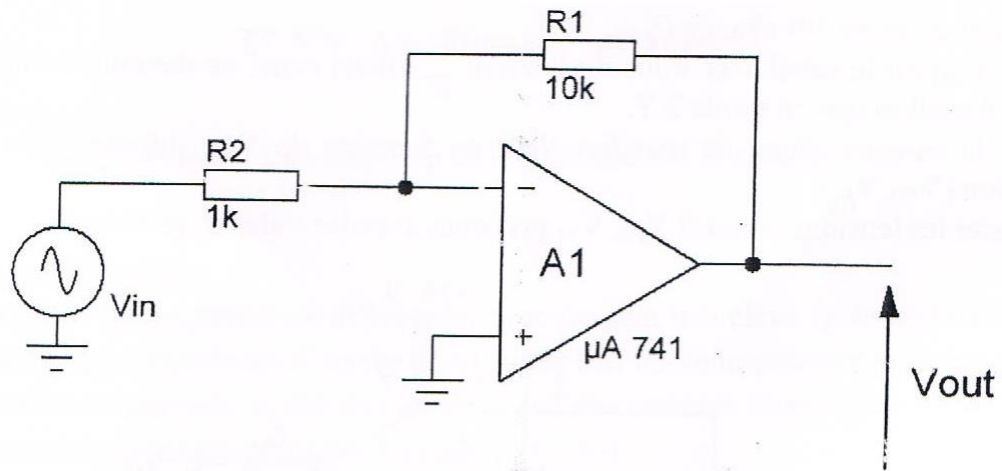

Figure 6 : Montage amplificateur inverseur
- Construire l'amplificateur inverseur comme indiqué sur la figure 6.